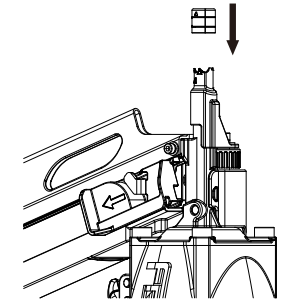

Figure 8
2. Poussez le sans pointe sur l'outil en insérant l'ouverture du sans pointe sur le nez. (Voir figure 8)